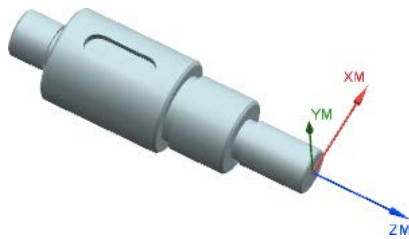

图 9.3 创建坐标系
Step2. 在图形区观察机床坐标系方位，若无需调整，在“Turn Orient”对话框中单击按钮，完成坐标系的创建，如图 9.3 所示。